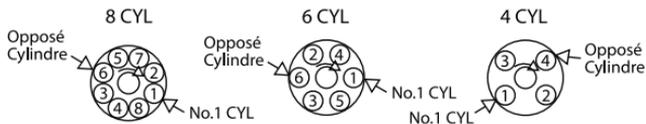

Figure 7
2. Connectez la lampe stroboscopique au fil directement opposé (180°) au cylindre n° 1 sur le capuchon du distributeur. (Voir figure 7.)